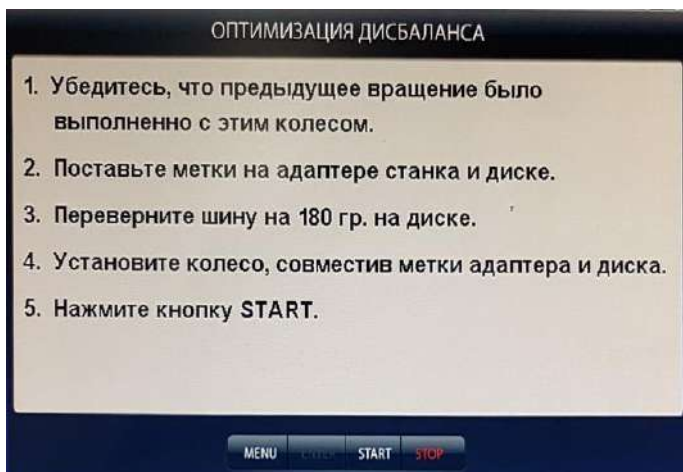

Рис. 14.1.
14.2. Для входа в программу Opt нажмите кнопку МЕНЮ после чего на экране монитора появится окно (рис. 12.1). Далее выбрать программу «Оптимизация», нажав кнопку 3, после чего на экране монитора появится окно (рис. 14.1). Далее выполните операции согласно указаниям в окне.
14.3. После выполнения п.5 в окне (рис.14.1) на экране монитора появится окно (рис 14.2), а на
индикаторах 1 отобразится величина статического дисбаланса колеса, а на индикаторах 4 величина дисбаланса колеса, которую можно получить после завершения программы Opt. Поставьте метки на шине и диске согласно указаниям, п. 2 в окне (рис.14.1).